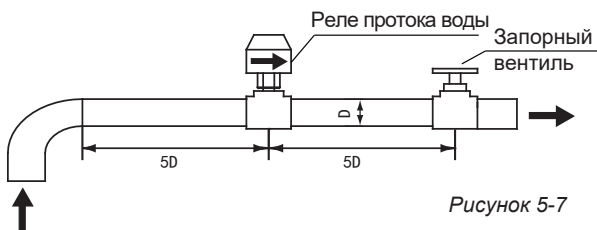

Рисунок 5-7
5.5.3 Реле протока воды следует устанавливать на прямом участке трубопровода, при этом с обоих концов реле должны находиться прямые отрезки труб, длина которых не менее чем в пять раз превышает диаметр трубопровода. Кроме того, направление потока жидкости в трубопроводе должно совпадать с направлением стрелки на реле. Размещение клеммной колодки должно обеспечивать удобное подсоединение кабелей. (Рисунок 5-7).